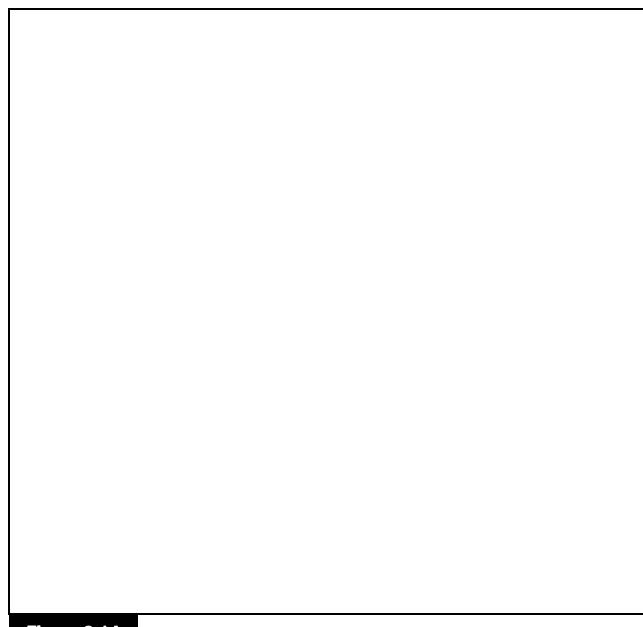

Figura 3.14
6. Desmonte el trinquete convencional o apalancue el trinquete de arrastre como mínimo 1/32 de pulgada (0.794 mm) para desengranar los dientes. Gire la tuerca de ajuste manual hacia la DERECHA para alejar de la horquilla el ajustador de freno. Figura 3.14.